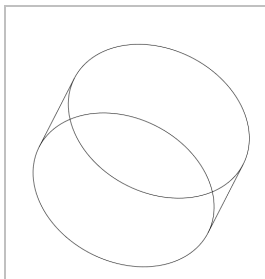

图 1-25 打开素材模型
(1) 单击常用工具栏中的【打开】按钮，打开一幅素材模型，如图 1-25 所示。